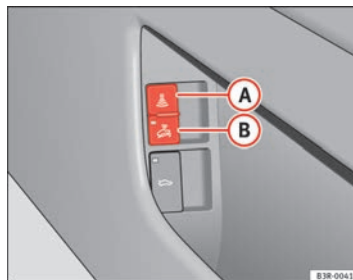

Abb. 78 Taster für Innenraumüberwachung
- Öffnen Sie die Tür und ziehen Sie am Taster  mit dem Symbol  seitlich an der Fahrertürablage ⇒ Seite 110, Abb. 78.